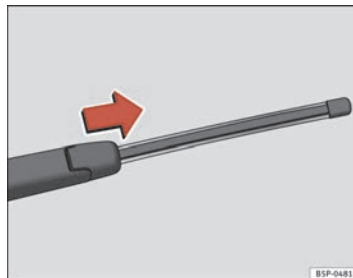

Fig. 183 Extraer la escobilla del limpiaventana
- Separe el brazo del limpiacristales de la luneta ⇒ página 250, fig. 183
- Deslice el adaptador de la escobilla en la dirección de la flecha y retire la escobilla ⇒ página 250, fig. 183.